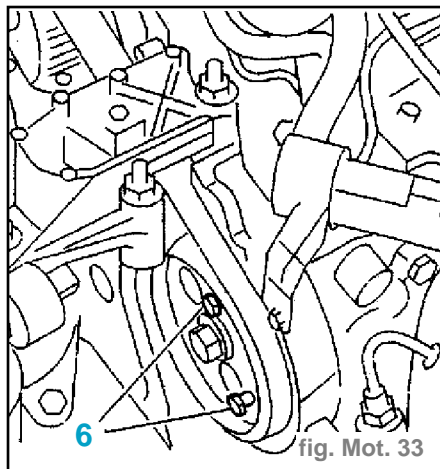

fig. Mot. 33
- Piger le pignon de pompe à injection à l'aide des outils (6) (fig. Mot. 33).